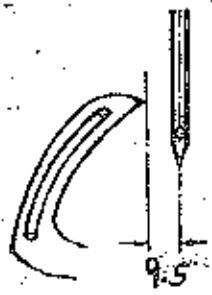

Fig. 1
1. Clean machine thoroughly. Fill oiling system and oil all bearings, particularly the eccentrics on the main shaft. Run the machine slowly for a minute to allow the oil wicks to carry the oil to the bearings. See that the wicks are saturated by the flow from the oil reservoir and that they contact the oil holes in the straps. Repeat the oiling and run for five minutes at 2,000 R.P.M.. Oiling diagram (Figure 1) is available.
Zur bequemeren Einstellung entferne Drückerfuß, Stichplatte und Transporteur. Setze den Fadengreifer in den Greifhebel ein. Der Greifer ist so einzustellen, daß der Abstand von Nadelmitte zur Greiferspitze 9,5 mm =  $3\frac{1}{8}$ " beträgt und zwar bei Beginn der Nadelstangenauflaufbewegung (Fig. 1). Dieser Abstand lässt sich nach Lösen der Mutter am rechten Schenkel des Greifhebels durch Verschieben der Kugelschraube im Langloch ändern. Bei der Bewegung nach rechts muss der Greifer dicht an der Rückseite der Nadel vorbeigehen, ohne diese zu berühren. Dazu wird der Greifhebel auf seiner Achse nach Lösen der beiden Schrauben seitlich verschoben.
For convenient access, remove the presser foot, throat plate and feed dog. Insert the looper into the looper rocker. Set the looper so that the distance from the centre line of the needle to the point of the looper is 9,5 mm =  $3\frac{1}{8}$ " in the lowest position of needle bar just before moving upwards (Fig. 1). Therefore loosen the nut at right side of looper rocker and replace the ball stud till the specified dimension be obtained. As the looper moves to the right, its point should pass behind the needle as close as possible without contacting it. Adjustment can be made by loosening the fastening screws of looper rocker and replacing the looper rocker axially till this adjustment be obtained.